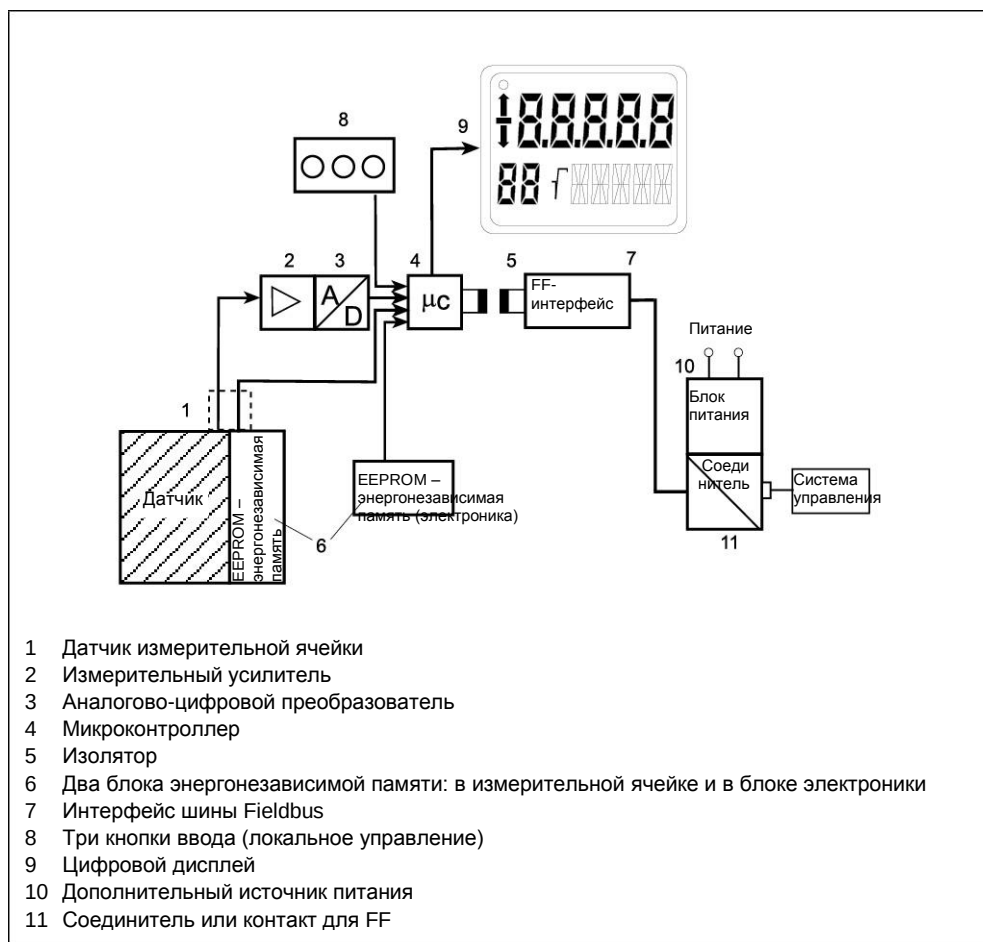

Рис. 5 Измерительный преобразователь SITRANS P серии DS III FF, электроника
Входной параметр, передаваемый датчиком (№ 1 на рис. 5), усиливается измерительным усилителем (2) и преобразуется аналогово-цифровым преобразователем (3) в цифровой сигнал. Этот сигнал обрабатывается микропроцессором (4), в ходе чего корректируется его линейность и температурные показатели. Затем сигнал передается по изолированному интерфейсу (5) на шину FOUNDATION™ Fieldbus (7). Данные, необходимые для взаимодействия электроники и измерительной ячейки, и данные для параметризации измерительного преобразователя хранятся в двух блоках энергонезависимой памяти (6).